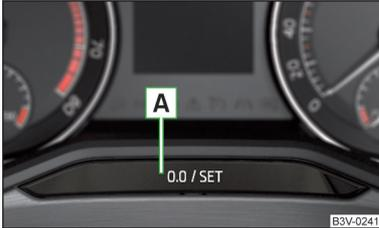

Abb. 34
› Die Taste **A** » Abb. 34 auf Seite 50 antippen.
- › Die Taste **A** » Abb. 34 gedrückt halten, bis im Display der Menüpunkt **Uhrzeit** angezeigt wird.